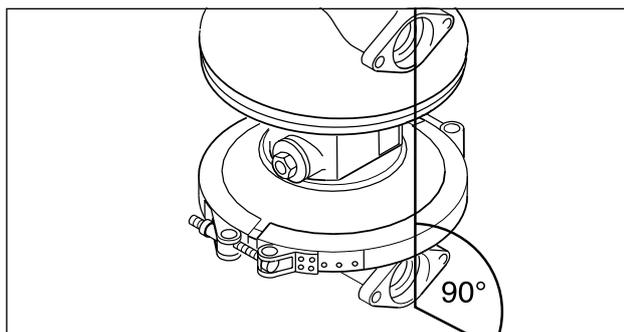
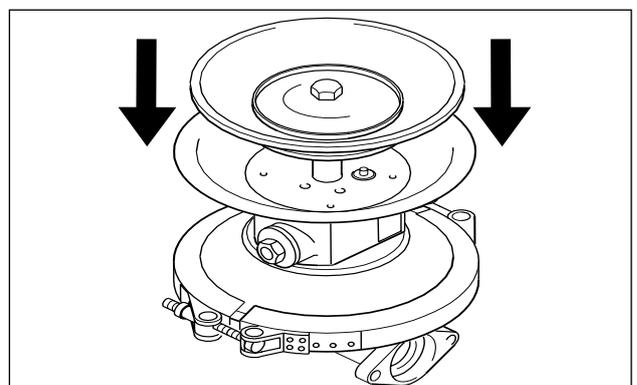

Fig. 7: Alinhamento das câmaras da bomba
Fig. 15: Montagem da segunda câmara da bomba
- Montagem da câmara da bomba: Montagem da membrana, fixação através do aparafusamento da placa de membrana externa, segundo o capítulo “Binários de aperto” Página 48 e seguintes. As câmaras da bomba devem ser montadas com a membrana na posição de aspiração (pressionar a placa de membrana para dentro da câmara de ar) (Fig. 15). Aparafusar a cinta de fixação ou o flange de montagem. Montar a segunda membrana analogamente. As superfícies flangeadas da carcaça da bomba devem estar alinhadas (Fig. 7).